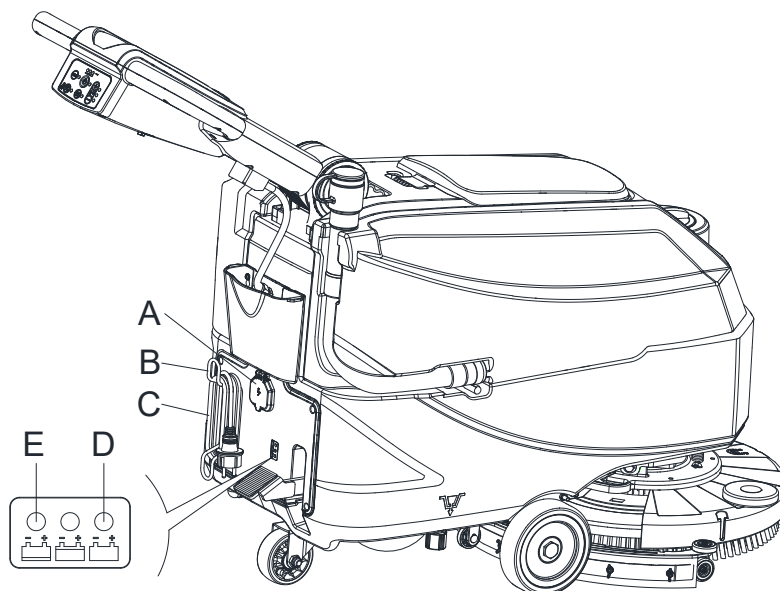

Рис. 13
1. Подключите кабель зарядного устройства батареи (С, Рис. 13) к электросети (А); напряжение и частота электросети должны быть совместимы со значениями зарядного устройства батареи, указанными на табличке с серийным номером машины (41, Рис. 2). Когда зарядное устройство батареи подключено к электросети, все функции машины автоматически отключаются. Если на панели управления зарядного устройства горит красный предупредительный световой сигнал (Е), зарядное устройство заряжает батареи.
2. Включение зеленого предупредительного светового сигнала (D) означает, что зарядка батареи завершена.